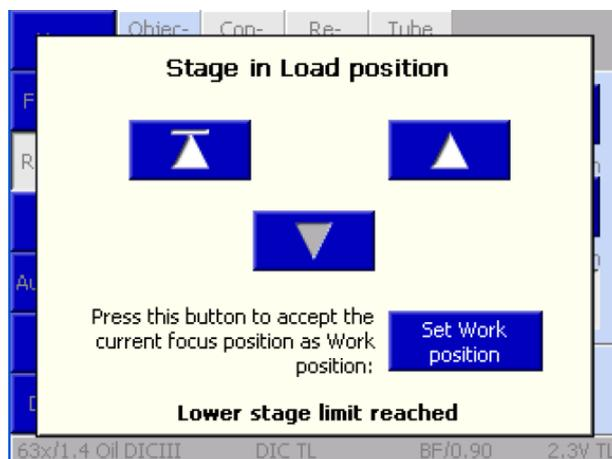

Fig 10 Load Position 按钮
- **Load Position 按钮：** 点击此按钮，正置显微镜的载物台会向下移动到负载位置；倒置显微镜则是物镜向下移动。负载位置比工作位置低大约 10 mm，方便用户完成更换样品或滴加镜油等操作。当载物台达到负载位置时，会弹出 Load Position 窗口 (Fig. 10)，点击  按钮，载物台返回操作位置。
- **RL Illumination 按钮：** Close 和 Open 按钮用于在荧光光路中关闭或打开反射光 (RL) shutter。注意，如果扫描元件安装在显微镜后端口，则无此按钮。
- **TL Illumination 按钮：** Close 和 Open 按钮用于在明场光路中关闭或打开透射光 (TL) shutter。如果明场光路中没有 shutter，点击 Close 按钮将调节透射光照明器的电压至 0。